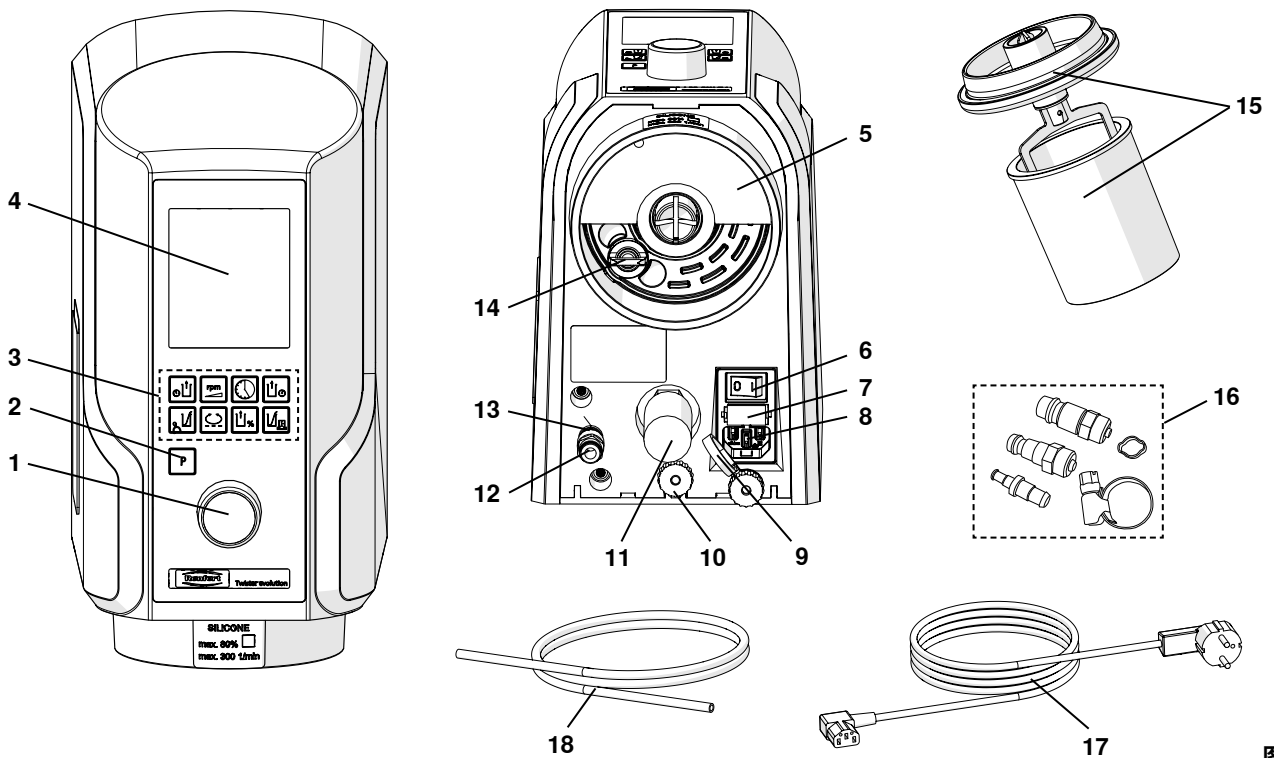

图 1
- ⇒ 把压缩空气管 (18) 尽量插入到压缩空气连接处上的管状接口 (12)，直到尽头。
- ⇒ 从附件套装中选出相应的接口装于软管的另一端，与压缩空气系统连接 (16, 图 1)。